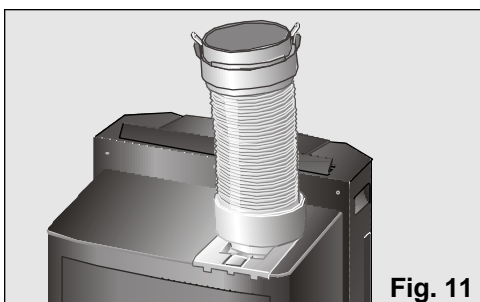

Fig. 11
- Enlevez le diffuseur et mettez le tube expulseur d'air dans la position indiquée sur la **figure 11**.